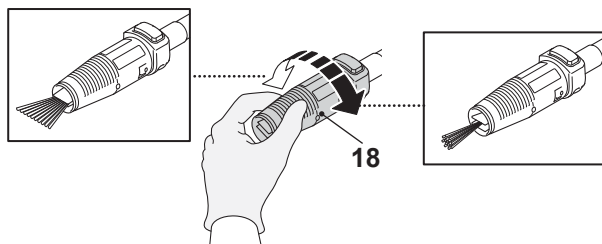

Fig. 9
- > Gire la boquilla Vario para ajustar el chorro de agua dependiendo de la superficie a limpiar (Fig. 9).